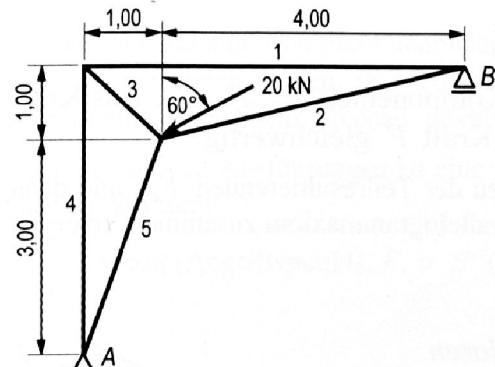

Bild 7.14: Fachwerkträger
4. Fachwerkträger (**Bild 7.14**).